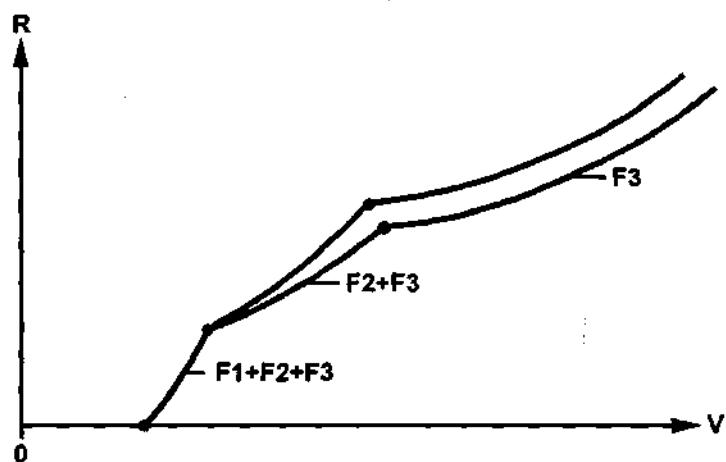

Рис. 10. Зависимость давления регулятора от скорости движения транспортного средства.
Зависимость давления регулятора от скорости движения транспортного средства показан на рис. 10.
Усиленное давление центробежного регулятора используется только при переключении 1-2-1. Оно редуцируется в зависимости от исполнения клапанной коробки из рабочего давления (AD-3) или давления управления (S1 D-2) (рис. 10а цв.).
В зависимости от исполнения клапанной коробки формы и размеры клапана усиления давления скоростного регулятора (44) так же различаются. В некоторых вариантах в клапан дополнительно устанавливается пружина под правый (рис. 10б цв.) или левый торец плунжера. Однако, принцип работы этого клапана не изменяется и программа переключения 1-2-1 отрабатывается полностью.